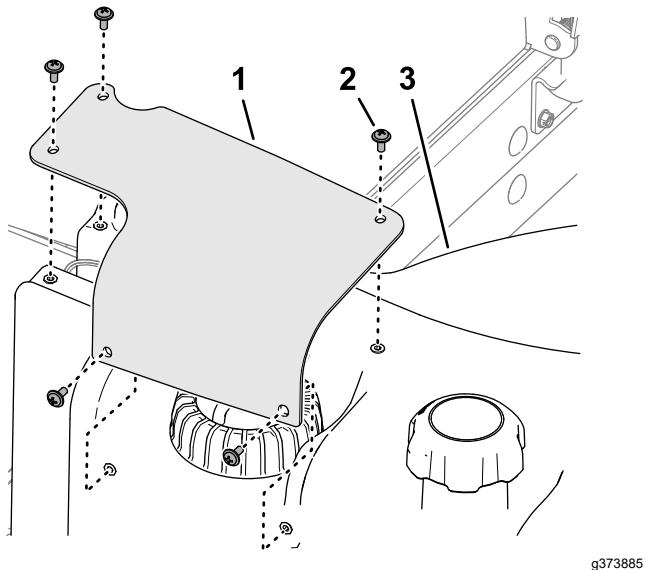

Figure 82
2. Retirez les 5 vis cruciformes qui fixent le couvercle du transmetteur de niveau de carburant sur le réservoir de carburant et déposez le couvercle (Figure 82).